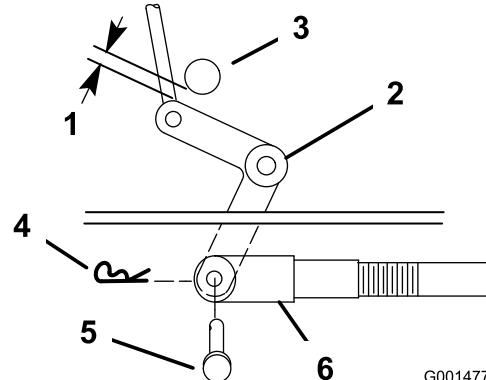
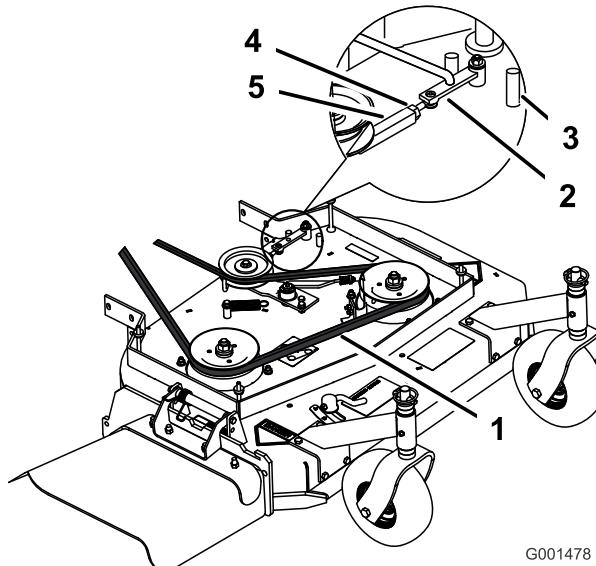
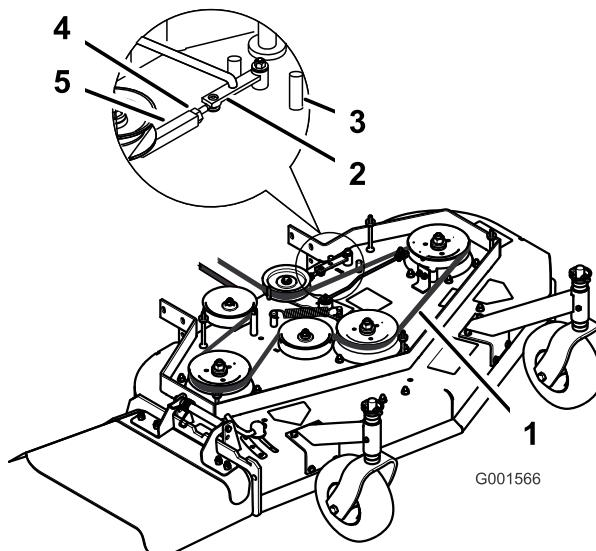

Figure 34
Figure 35
Figure 36
9. Vérifiez l'écartement entre l'axe coudé et l'arbre de sortie de transmission (Figure 34).
11. Tournez la chape dans le sens horaire sur la tige pour accroître l'écartement, et dans le sens antihoraire pour le réduire (Figure 34).
**Remarque:** Si le bras d'assistance ne touche pas la butée avant du tablier de coupe (Figure 35 ou Figure 36), réglez la chape de sorte à rapprocher le levier coudé de l'arbre de sortie de transmission (Figure 34).